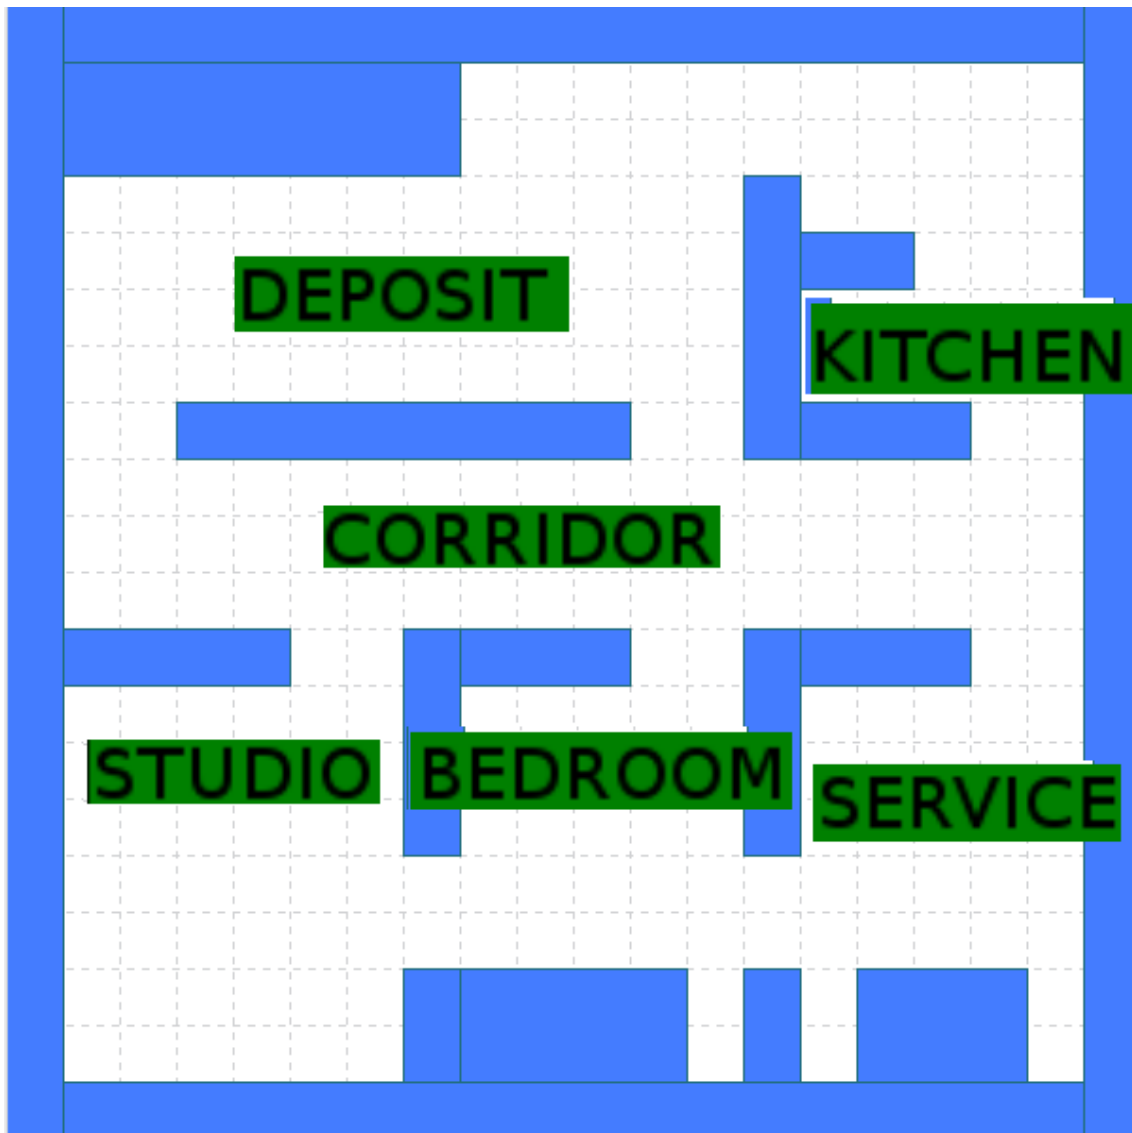
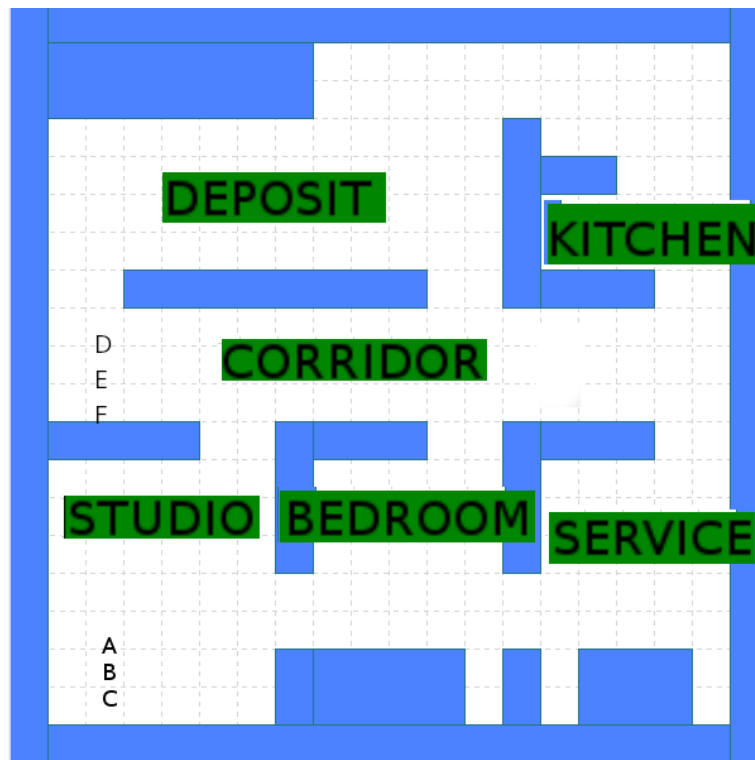
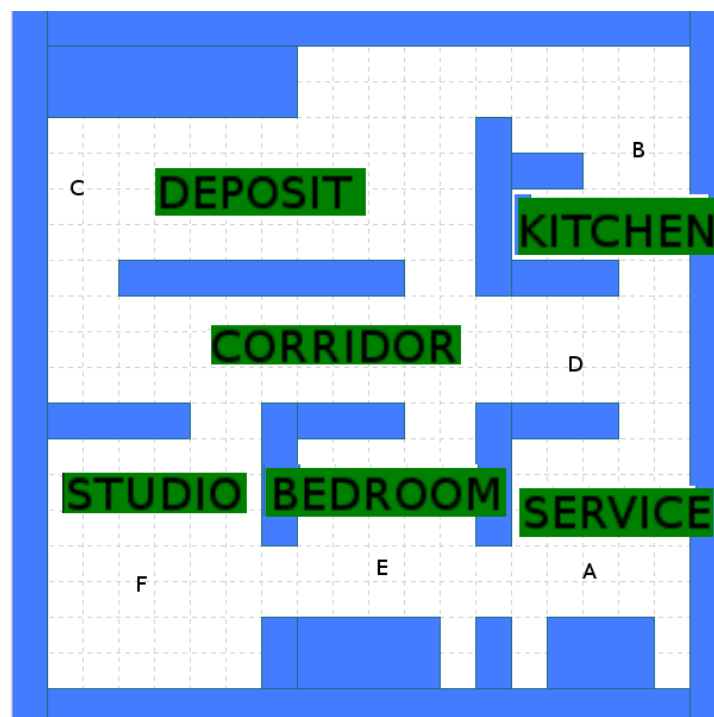

Figura 1.
Figura 2.
Figura 3.
5.- En el apéndice B, figura 1, se muestra el medio ambiente con los nombres de los cuartos en donde opera el robot. En la figura 2 en el cuarto “Studio” se muestran la posición de los objetos A, B y C, en el cuarto denominado “Corridor” se encuentran los objetos D, E y F. Estos objetos serán relocalizados de acuerdo a la figura 3. Para poder mover los objetos y colocarlos en otro lugar éstos deberán ser movidos siguiendo un orden, es decir que para mover al objeto C se necesita mover primero los objetos A y B